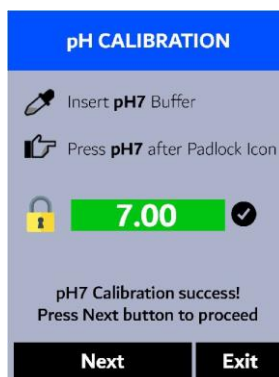

Figura 26.
9. Si la calibración tiene éxito, aparecerá una marca de verificación (**✔**) y un mensaje "¡Calibración de pH7 exitosa!" (Figura 26). En caso contrario, aparecerá un mensaje de advertencia.